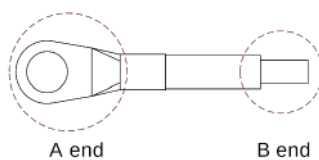

Fig. 2-5 Conexiunea terminalului de împământare
- (5) Împământare: MV810-PNET01 și MV810-ECAT01 trebuie împământate în timpul cablării, așa cum se arată în Fig. 2-5. Trebuie să pregătiți și să sertizați singur firul.